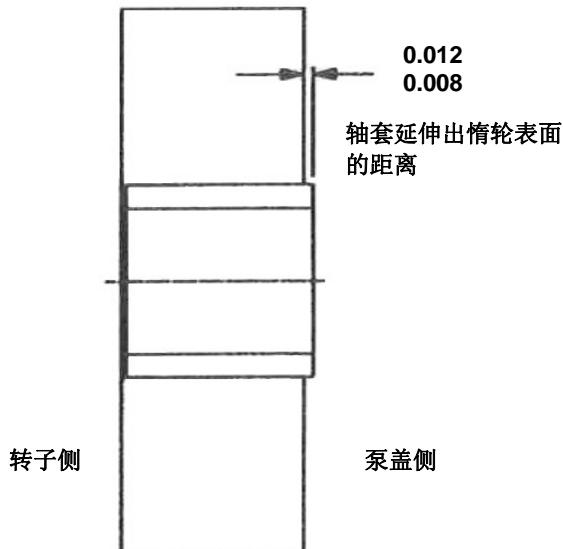
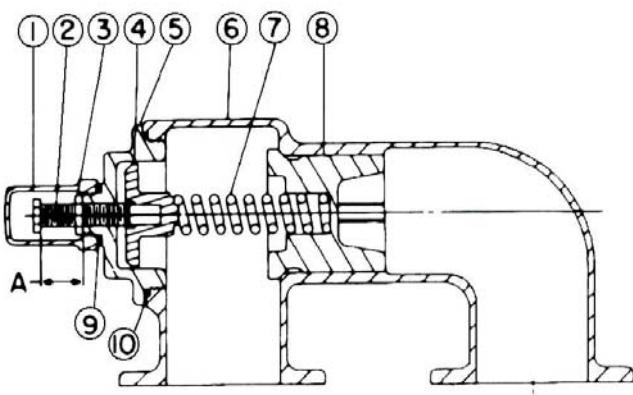

图 12 惰轮和轴套组件
图 13
R327A 和 R4327A (不锈钢) 泵配用特殊的惰轮排列。参见第 10 页的图 12。
石墨惰轮轴套伸出惰轮一侧的惰轮表面。该侧的惰轮面向泵盖，可使石墨轴套接触到泵盖，并在不锈钢惰轮面和泵盖之间留出间隙。石墨轴套的伸出长度为 0.008 – 0.012"。 (见下图 12)
2. 测量并记录调节螺栓的延伸长度。参见图 12 和图 13 上的“A”。